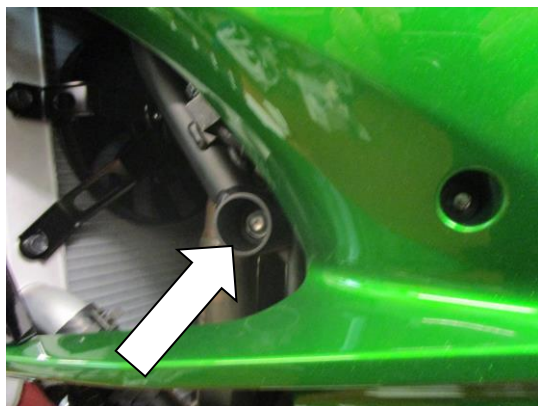

ABBILDUNG 1
- Entfernen Sie die Motorschraube an der linken Seite des Motorrads – siehe Abbildung 1.